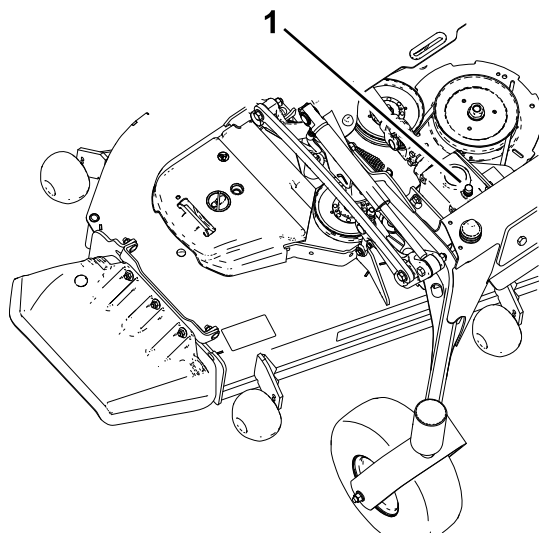

図 51
5. ギアボックスの上部からレベルゲージ/充填プラグを取り外し、潤滑油がレベルゲージのマークの間にあることを確認する (図 51)。